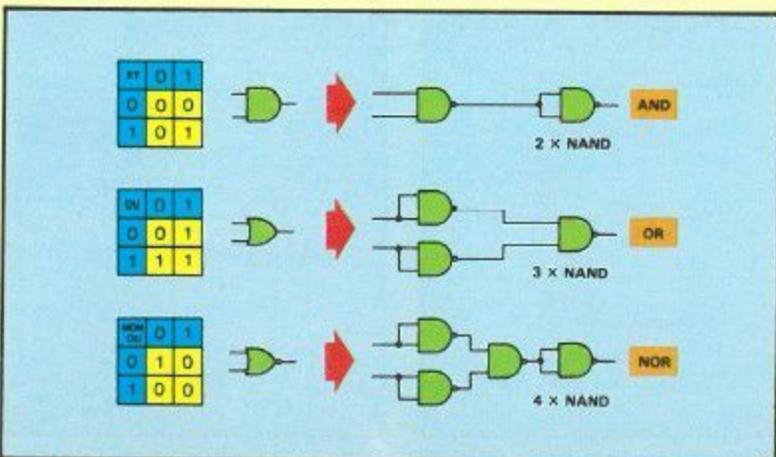

Fig. 27. - Synthèse des fonctions logiques usuelles.
Le OU (OR) représente l'autre forme de vote antidémocratique, où il suffit d'un « 1 » sur une entrée pour forcer la sortie à « 1 ». Sa version niée (NOR) s'obtient avec une inversion en plus. Voyez figure 27.